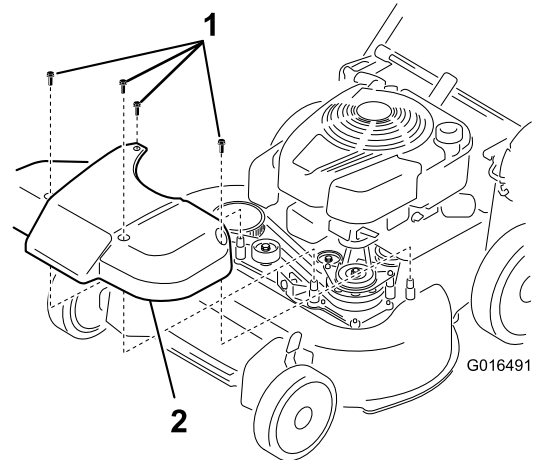

Figura 29
1. Retire la cubierta del sistema de transmisión de las cuchillas (Figura 29).